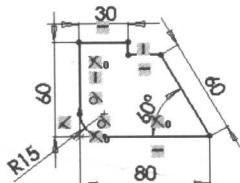

图 2-1 角铁草图
在本实例中，将利用草图绘制工具绘制图 2-1 所示的草图。所用到的工具包括直线绘制工具和圆角绘制工具。
- 单击确认按钮，完成圆角的绘制。最终生成草图如图 2-1 所示，单击保存按钮，将文件保存为“角铁草图.sldprt”。